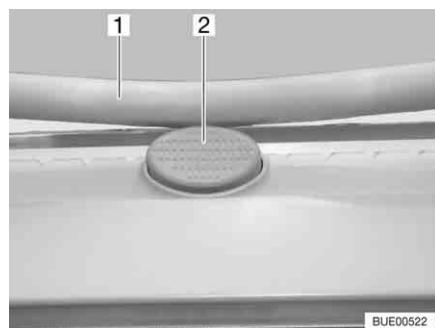

Fig. 36 Bottone di sicurezza (oblò Heki)
Apertura: ■ Premere il bottone di sicurezza (Fig. 36,2) e tirare verso il basso la staffa (Fig. 36,1) con entrambe le mani.
■ Premere la staffa verso l'alto con ambedue le mani, finché la staffa non poggia al di sopra del bottone di sicurezza (Fig. 36,2).
- Premere il bottone di sicurezza (Fig. 36,2) e tirare verso il basso la staffa (Fig. 36,1) con entrambe le mani.